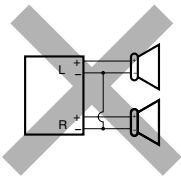
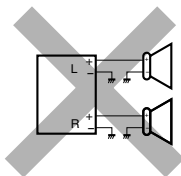
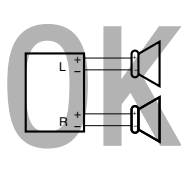

Fig. 1
Fig. 2
Fig. 3
- If the speaker wiring in your car is as illustrated in Fig. 1 and Fig. 2 below, **DO NOT** connect the unit using that original speaker wiring. If you do, the unit will be seriously damaged.
- Redo the speaker wiring so that you can connect the unit to the speakers as illustrated in Fig. 3.
- If the speaker wiring in your car is as illustrated in Fig. 3, you can connect the unit using the original speaker wiring in your car.
- Si el conexionado de altavoz de su automóvil es como se indica en las Fig. 1 y Fig. 2 de abajo, **NO** conecte la unidad utilizando ese conexionado de altavoz original. Si lo hace, se producirán daños graves en la unidad.
- Vuelva a efectuar el conexionado de altavoz de manera que pueda conectar la unidad a los altavoces de la manera indicada en la Fig. 3.
- Si el conexionado de altavoz de su automóvil es como se indica en la Fig. 3, podrá conectar la unidad utilizando el conexionado de altavoz original de su automóvil.
- Si le câblage des enceintes de votre voiture est comme montré sur la Fig. 1 ou Fig. 2 ci-dessous, **NE CONNECTEZ PAS** l'appareil en utilisant ce câblage original des enceintes. Si vous le faites, l'appareil sera sérieusement endommagé. Recommencez le câblage des enceintes de façon que vous puissiez connecter l'appareil aux enceintes comme montré sur la Fig. 3.
- Si le câblage des enceintes de votre voiture est comme montré sur la Fig. 3, vous pouvez connecter l'appareil en utilisant ce câblage original d'enceintes pour votre voiture.